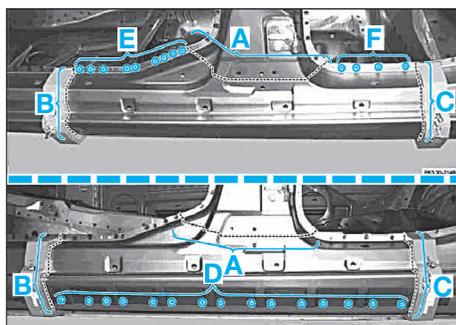

FIG. 75
- Tracer les lignes de coupe (A), (B) et (C) (Fig.75).